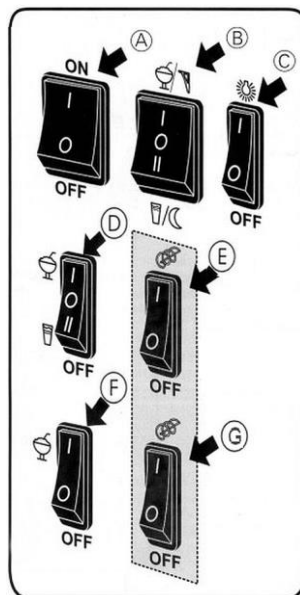

Fig.4
2. Sæt hoved tænd/sluk-kontakten (A, fig. 4) i position "I"..
3. Indstil spindelens tænd/sluk-kontakter (E) for beholder 1 og (G) for beholder 2 til position "I".
4. Skift (B), (D) og (F) vælgerkontakter til position "I" for at aktivere køling/frysetilstand.
5. Skift om nødvendigt LED-lyskontakten (C) til position "I", for at oplyse beholderne.